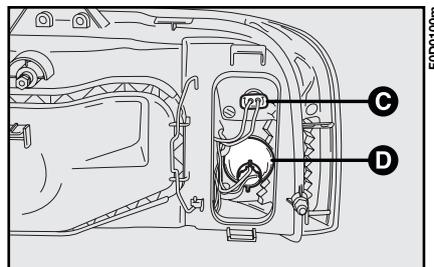

fig. 16
3) saque el portalámpara **C**-fig. 16 girándolo un poco para que se desenchanche más fácilmente;
- 3) saque el portalámpara **D-fig. 16**;